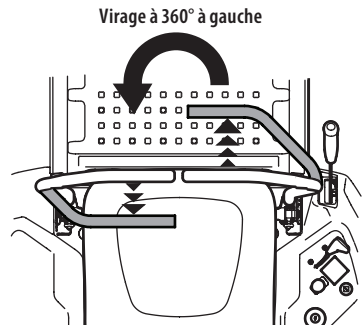

Figure 35
- Pour tourner à gauche, poussez la barre de conduite droite vers l'avant et tirez la barre de conduite gauche vers l'arrière (Figure 35).